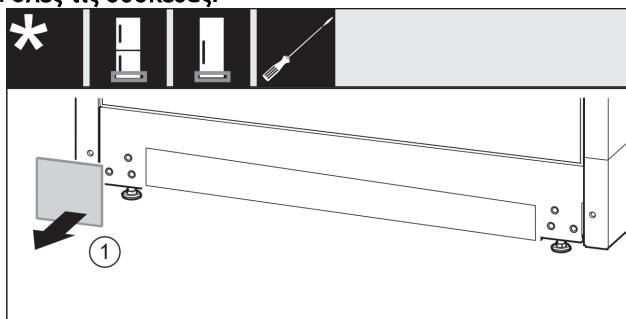

Fig. 35
- Αφαιρέστε το κάλυμμα. Fig. 35 (1)